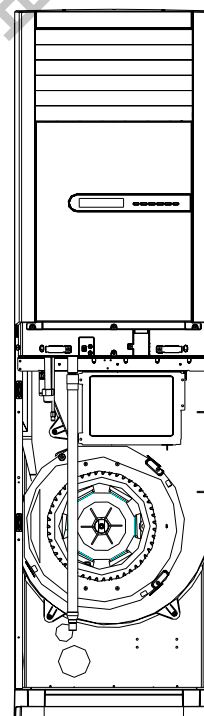

图 14
1. 从左、右进风口取下螺钉, 取下室内机下面板组件(图 14)